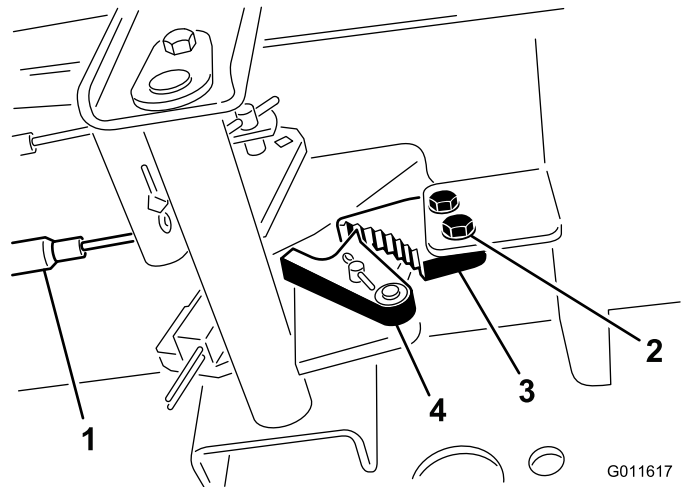

Figura 60
1. Afloje los 2 tornillos que fijan el trinquete del freno de estacionamiento al bastidor (Figura 60).
2. Pise el pedal del freno de estacionamiento hacia adelante hasta que la uña se engancha a fondo en el trinquete del freno (Figura 60).